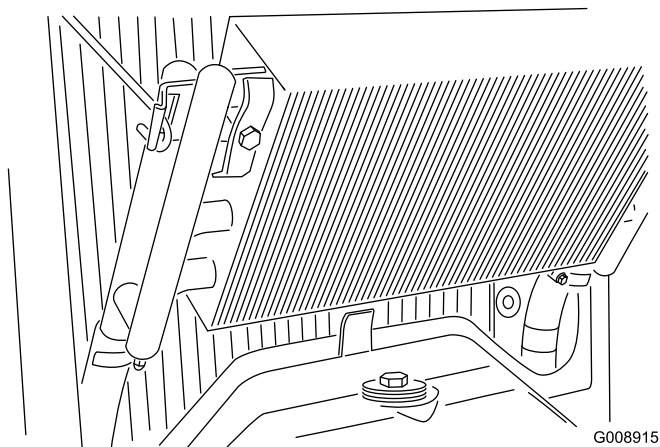

Bild 53
3. Entriegeln Sie den Ölkühler und schwenken ihn nach hinten (Bild 53). Reinigen Sie beide Seiten des Ölkühlers und des Motorkühlers gründlich mit Wasser oder mit Druckluft. Schwenken Sie den Ölkühler in seine ursprüngliche Position zurück.